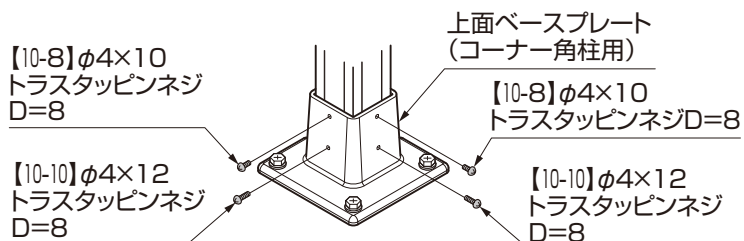

図2-23
- ①図2-23を参照し、上面ベースプレート(コーナー角柱用)の上側の穴に【10-8】を、下側の穴に【10-10】をそれぞれ締めこんでください。